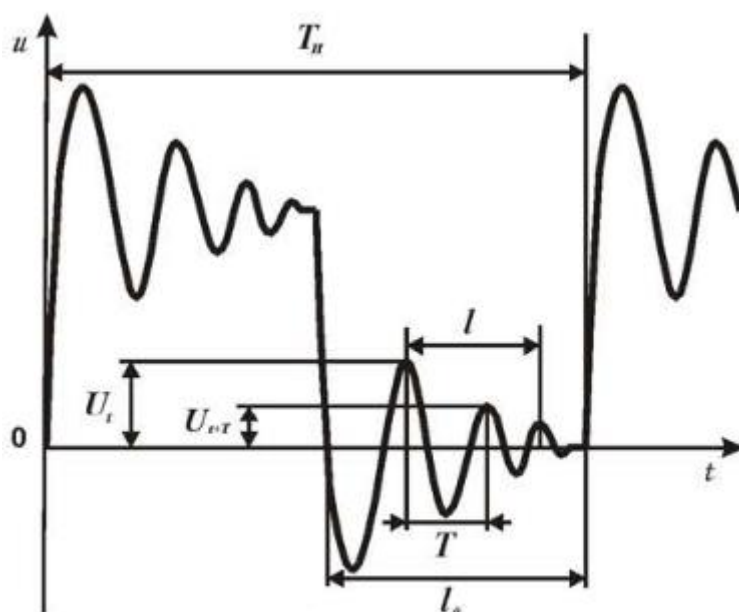

Рис. 4 Осциллограмма
импульсов. В течение первой половины периода напряжение u на конденсаторе равно ЭДС источника. Через половину периода напряжение $u=0$. В контуре начинаются свободные затухающие колебания. Осциллограмма этих колебаний показана на рис. 4.
Амплитуды напряжения U_t и U_{t+T} (см. рис. 4), необходимые для расчета логарифмического декремента λ по формуле (7), можно измерить в делениях шкалы Y осциллографа.
где l_o – число делений, соответствующее отрезку времени, равному половине периода колебаний T_H (см. рис. 4); n – целое число полных колебаний на отрезке оси длины l .
4. На осциллографе получите осциллограмму вида, показанного на рис.4, устанавливая амплитуду импульсов кнопками регулировки амплитуды сигнала блока генераторов. Устойчивое изображение кривой обеспечивается регулировкой осциллографа ручками установки частоты развертки и блока синхронизации, а необходимые размеры осциллограммы можно задать с помощью ручек «Усиление X» и «Усиление Y». При этом, изменяя усиление по оси X, добейтесь, чтобы отрезок l_o занял всю сетку экрана. Значение l_o запишите в табл.1.